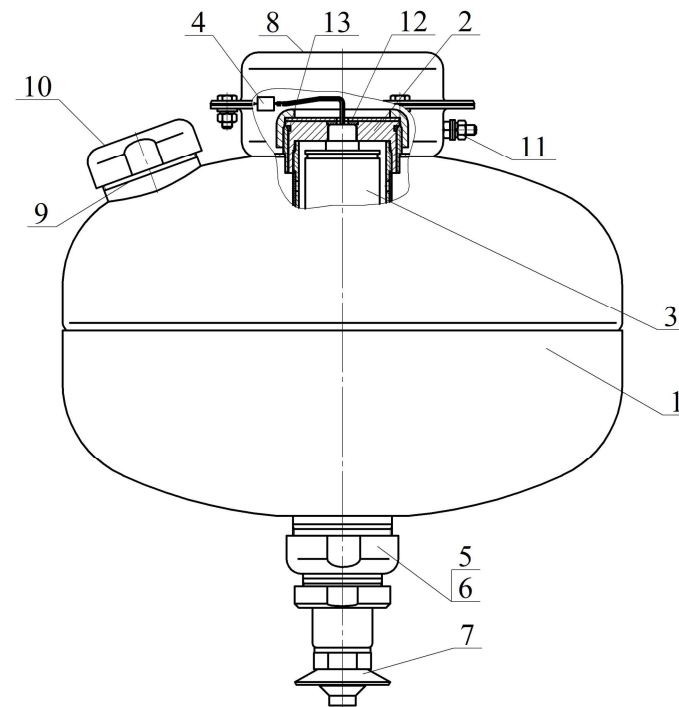

Рисунок 1
4.1.1 МУПТВ (см. рисунок 1) состоит из корпуса **1**, заправленного ОТВ, в котором размещено газогенерирующее устройство **2**. В герметичный корпус газогенерирующего устройства установлен ИХГ **3** с элементом электропусковым **4**. Нижняя горловина корпуса перекрыта срезной мембраной **5**, которая поджата гайкой **6**. С гайкой **6** через фильтрующий
7.4 Комплект поставки для перезарядки МУПТВ (см. рисунок 1):
6.3 Закрепить кронштейн **8** (см. рисунок 1) на потолке. Координаты отверстий в кронштейне приведены на рисунке 3.
6.5 Залить в отверстие верхней горловины **10** (см. рисунок 1) ОТВ объемом $13,5^{+0,2}$ дм³. Установить в отверстие горловины предохранительный клапан **11**. Сверху закрутить гайку до упора.
6.6.1 Залить отверстие горловины **10** (см. рисунок 1) корпуса МУПТВ $13,2^{+0,2}$ дм³ воды питьевой ГОСТ Р 51232-98, открыть емкость с ингибитором коррозии и добавить его в заполненный водой корпус.
6.8 Накрутить до упора ороситель **7** (см. рисунок 1).